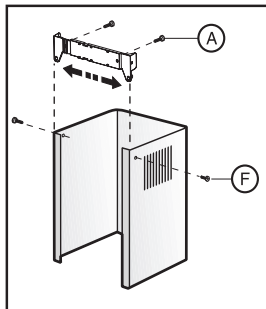
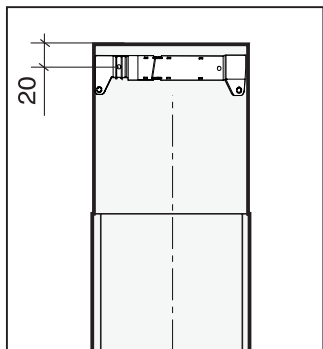

Рис. 10
Рис. 11
2. Отрегулируйте ширину планки для крепления декоративного короба воздуховода (рис.10) и произведите разметку для ее крепления на стене, отступив от потолка 20мм, как показано на рис.11. При разметке необходимо обеспечить соосность планки и вытяжки.
5. Закрепите планку для крепления декоративного короба воздуховода (рис.10, 11) на стене двумя шурупами **А** так, чтобы соблюдалась соосность планки и вытяжки.
9. Поместите внутреннюю часть декоративного короба в наружную. Установите наружную часть короба на корпус вытяжки. Внутреннюю часть короба поднимите вверх до совмещения узлов крепления короба и планки и соедините их винтами **F** (см. рис. 10).